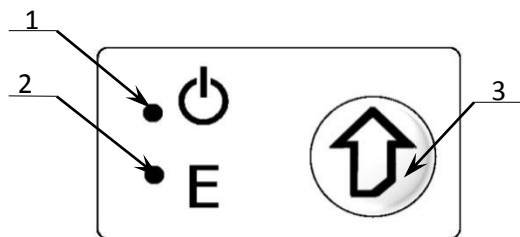

Рисунок 2. Панель управления
3. Панель управления (рисунок 2).
Автоматическое тестирование занимает до пяти секунд, при успешном его окончании загорается зеленый индикатор (рисунок 2 позиция 1), и подается краткий звуковой сигнал.